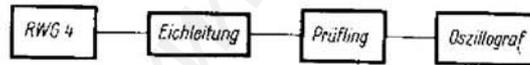

Bild 8 Ausgangsschaltung des RWG 4 mit Eichleitung
3.1.3 Um die Ausgangsspannung im dB- oder Neperverhältnis herabzusetzen, kann eine Meßleitung mit 75 Ohm bzw. 150 Ohm Wellenwiderstand angeschlossen werden. (Bild 8)